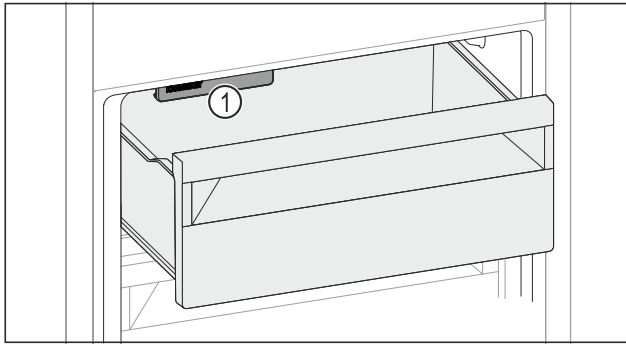

Fig. 56
- ▶ Luați în considerare IceMaker Fig. 56 (1).